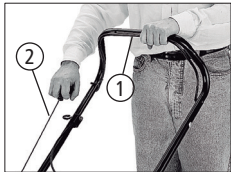
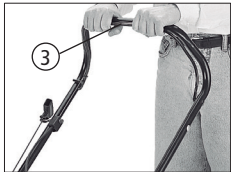
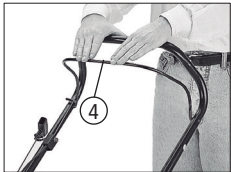

Fig. 11
Fig. 12
Fig. 13
Motores equipados com injetor de combustível **"Primer"**, pressionar 3 vezes antes de dar a partida. Acione a alavanca de frenagem (1), [Fig. 11]. Puxe o cordão de acionamento até encontrar a resistência e em seguida puxe com força (2), [Fig. 11]. O trabalho é realizado mantendo-se a alavanca pressionada ao braço (3), [Fig. 12]. Para desligar basta soltar a alavanca, o motor pára instantaneamente (4), [Fig. 13].